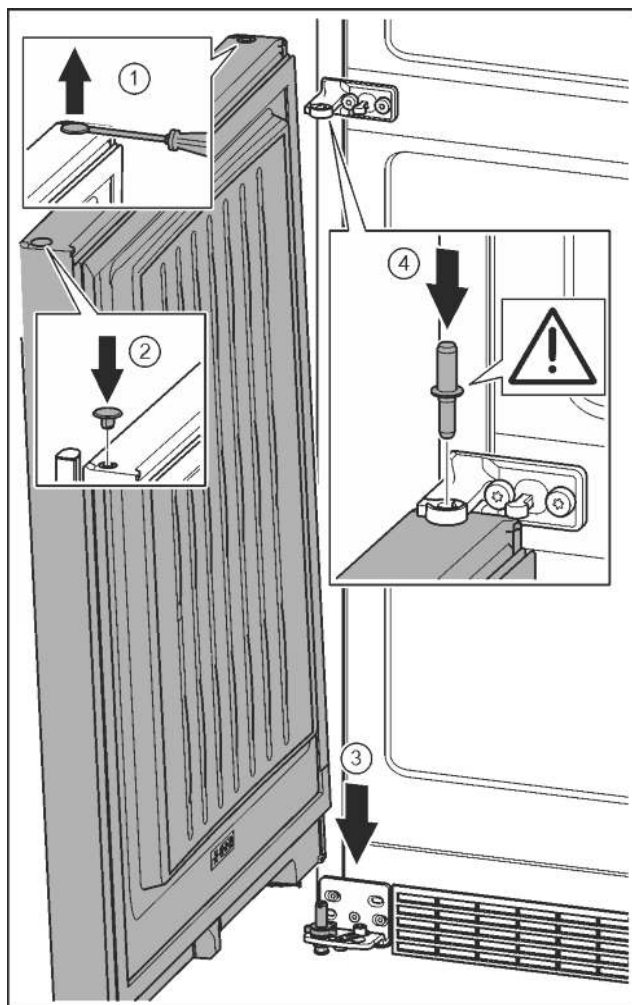

Fig. 22
- Осторожно приподнять шлицевой отверткой заглушку и извлечь ее. Fig. 22 (1)
- Заглушку снова вставить с другой стороны. Fig. 22 (2)
- Установить дверь сверху на нижний опорный палец. Fig. 22 (3)
- Вставить средний опорный палец через средний опорный кронштейн в нижнюю дверь. При этом следить за тем, чтобы выступ фиксатора был направлен назад. Fig. 22 (4)